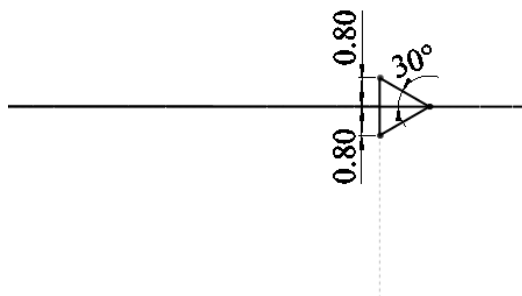

图 13-100 绘制牙型草图
**2** 绘制草图。单击“草图”控制面板中的“直线”按钮，绘制螺纹牙型草图，尺寸如图 13-100 所示。